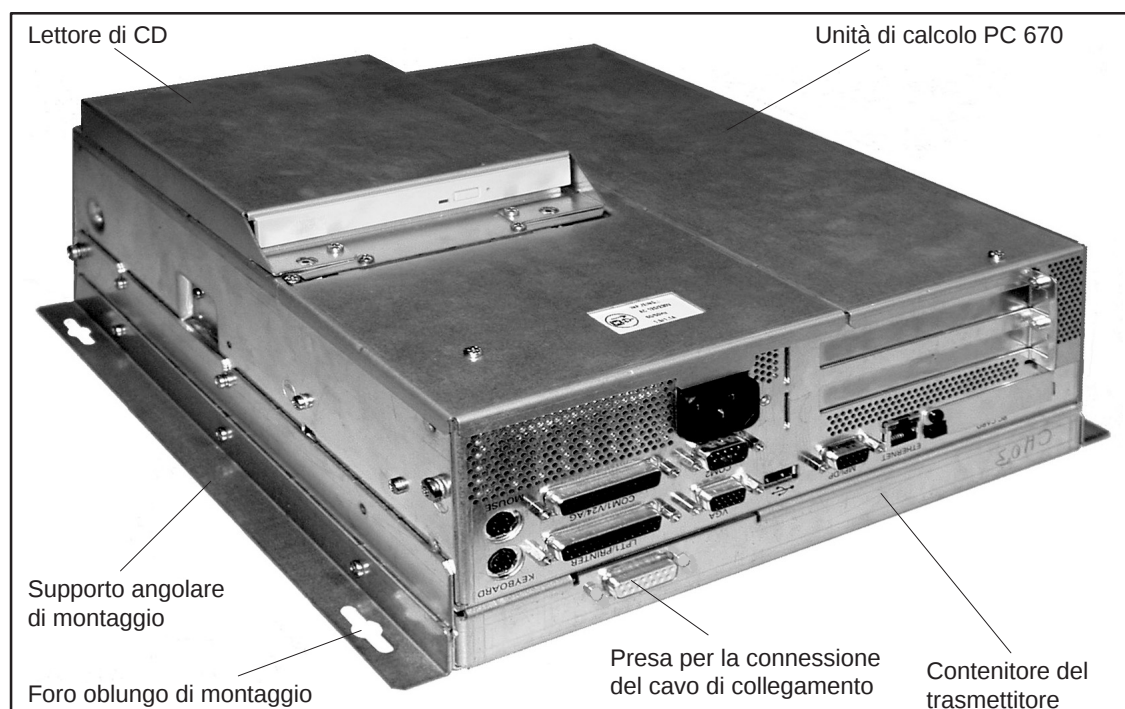
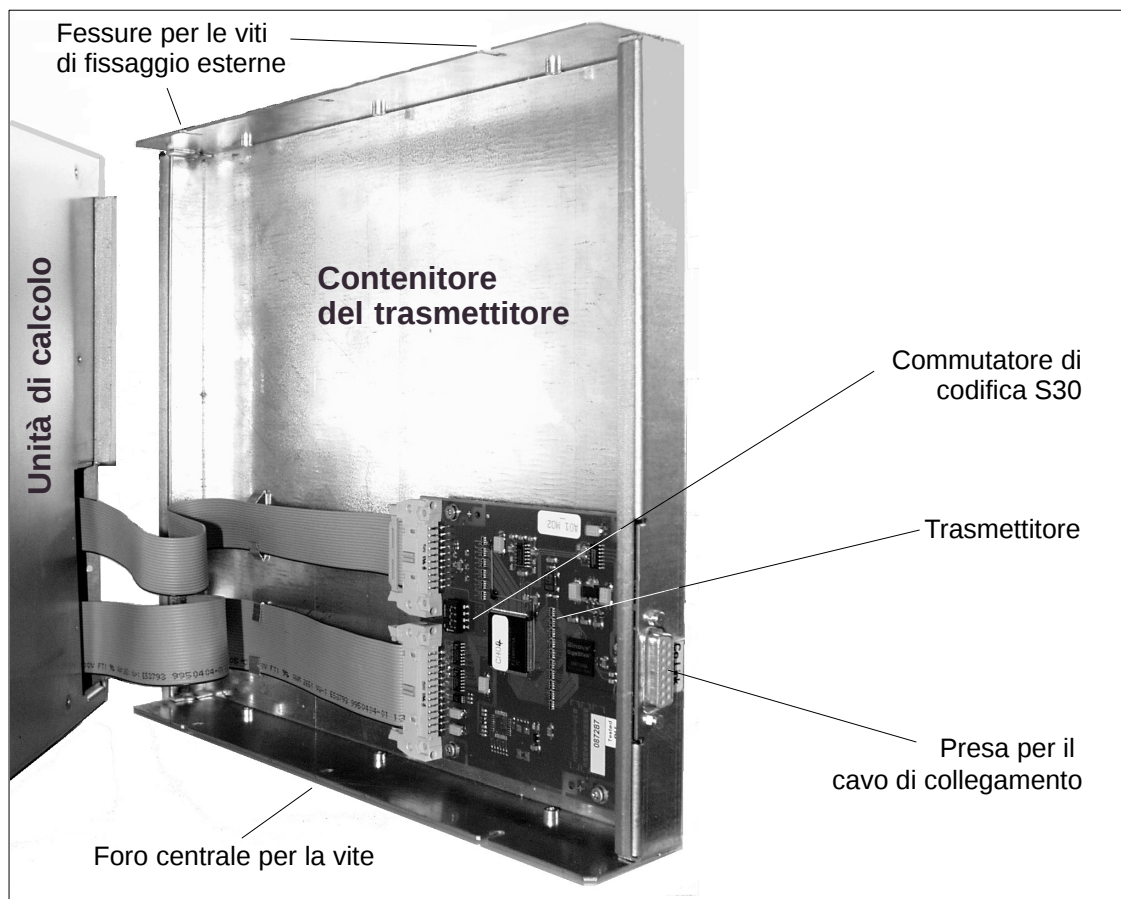

Figura 7-1 Unità di calcolo PC 670 nel montaggio decentrato (alimentazione a 120 / 240 V) incluso trasmettitore
Figura 7-4 Trasmettitore nel contenitore aperto
La figura 7-1 mostra l'unità di calcolo PC 670 (montaggio decentrato) con il trasmettitore montato tra i supporti angolari di montaggio.
La scheda del trasmettitore montata nel contenitore è visibile in figura 7-4.
2. Allentare leggermente le quattro viti di fissaggio esterne del contenitore del trasmettitore (figura 7-1) e svitare le due viti di fissaggio centrali di questo (figura 7-4).